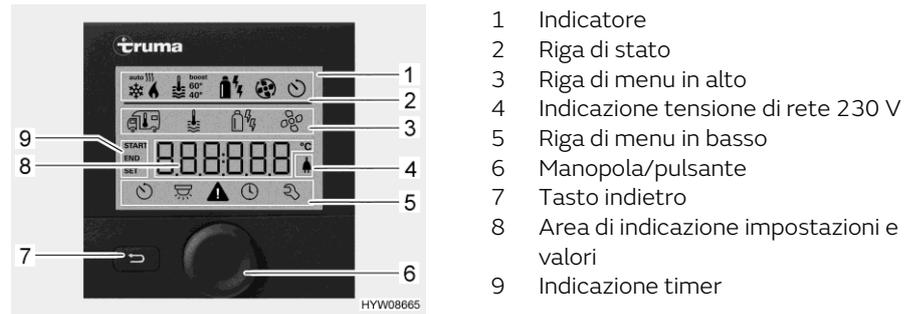

Fig. 81 Centralina di controllo con indicazioni
- Riga di stato (Fig. 81,2)
- Riga di menu in alto (Fig. 81,3)
- Area di indicazione (Fig. 81,8)
- Riga di menu in basso (Fig. 81,5)
- Premere la manopola/il pulsante (Fig. 81,6) per circa 3 secondi. Vengono visualizzate entrambe le righe di menu (Fig. 81,3 e Fig. 81,5). Il primo simbolo lampeggia.
- Ruotare la manopola/il pulsante (Fig. 81,6), finché viene visualizzato il simbolo del menu desiderato.
- Premere la manopola/il pulsante per memorizzare il valore impostato. Se il valore impostato originariamente non deve essere modificato: Premere il tasto indietro (Fig. 81,7).
- Ruotare la manopola/il pulsante (Fig. 81,6), finché il simbolo del menu del riscaldamento (Fig. 82,1) lampeggia.
- Premere la manopola/il pulsante per memorizzare il valore impostato. Il simbolo nella riga di stato lampeggia (Fig. 81,2), finché viene raggiunta la temperatura impostata. Se il valore impostato originariamente non deve essere modificato: Premere il tasto indietro (Fig. 81,7).
- Ruotare la manopola/il pulsante (Fig. 81,6), finché il simbolo del menu relativo all'acqua calda (Fig. 82,2) lampeggia.
- Premere la manopola/il pulsante per memorizzare il valore impostato. Il simbolo nella riga di stato lampeggia (Fig. 81,2), finché viene raggiunta la temperatura dell'acqua impostata. Se il valore impostato originariamente non deve essere modificato: Premere il tasto indietro (Fig. 81,7).
- Ruotare la manopola/il pulsante (Fig. 81,6), finché il simbolo del menu relativo alla modalità di funzionamento (Fig. 82,3) lampeggia.
- Premere la manopola/il pulsante per memorizzare la modalità di funzionamento impostata. Se il valore impostato originariamente non deve essere modificato: Premere il tasto indietro (Fig. 81,7).
- Ruotare la manopola/il pulsante (Fig. 81,6), finché il simbolo del menu delle ventole (Fig. 82,4) lampeggia.
- Ruotare la manopola/il pulsante (Fig. 81,6), finché il simbolo del menu del timer (Fig. 82,9) lampeggia.